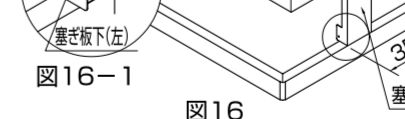

図16-2
⑤塞ぎ板下(左右)の側面を丸木ねじ(3.8×13)各1本でキャビネットまたは壁面に固定します。(図16-2)